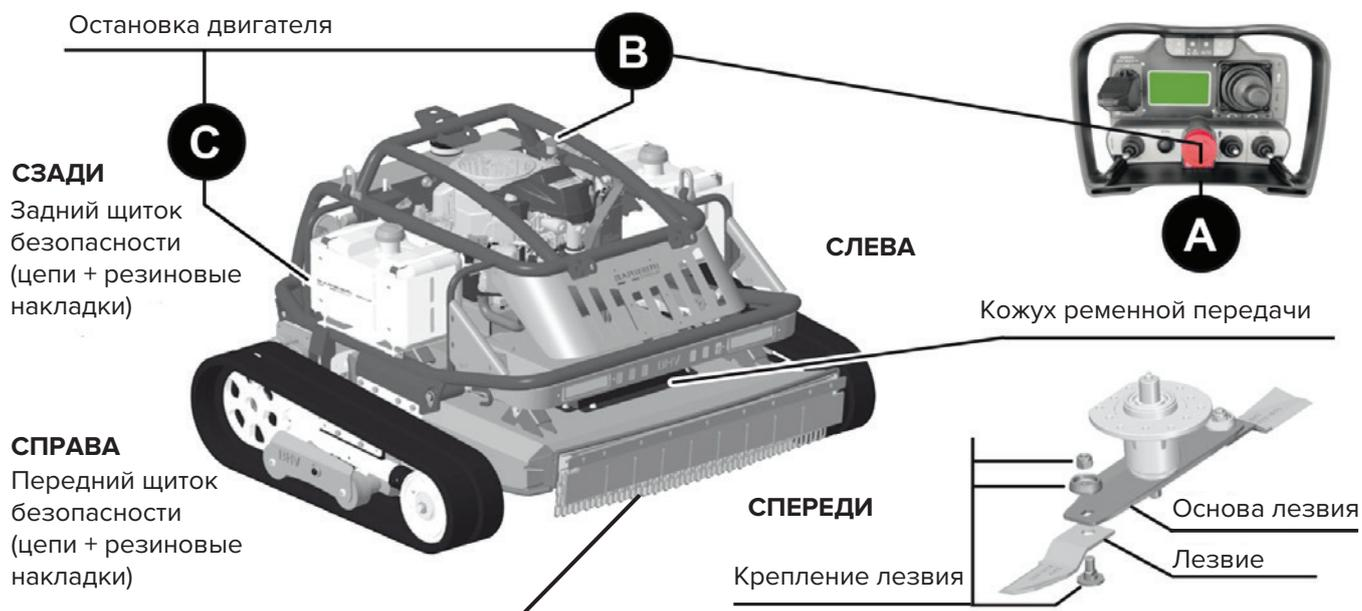

Рис. 5
Термины «Спереди», «Сзади», «Слева», «Справа», употребляемые в данном руководстве следует понимать в соответствии с изображением на рис. 5
- 1 – Устройства остановки двигателя (A), (B) и (C) (Рис.5)
- 3 – Передние и задние щитки, предотвращающие вылет из деки твердых частиц и скашиваемой растительности (Рис. 5)
- 4 – Лезвие и крепление лезвия (Рис. 5)